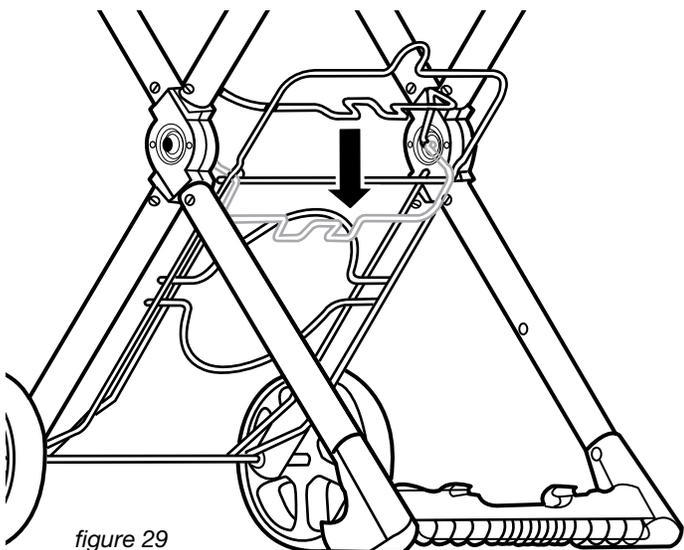

figure 29
Baisser (33) le dispositif de retenue de bouteille, comme indiqué à la figure 29. S'assurer que les fermoirs du dispositif de retenue de bouteille sont fermés afin de bien retenir (32) le support de bouteille.